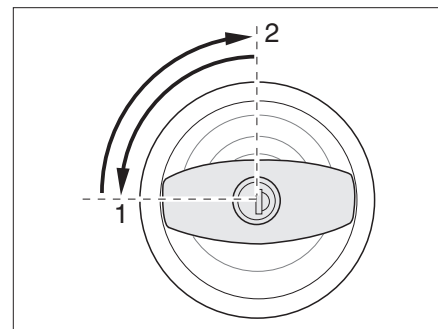

Fig. 19 Cerradura de la puerta de entrada, en el exterior, bloquear
- Introducir la llave en el cilindro de cierre y girarla un cuarto de vuelta en sentido contrario a las agujas del reloj (Fig. 19,1).
- Girar hacia atrás la llave a la posición central (Fig. 19,2) y extraerla.